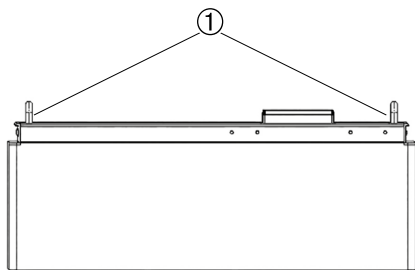

Fig. 3.4 - Maniglie modulo batteria
- Alzare le due maniglie della batteria (1, Fig. 3.4) e, agendo contemporaneamente, sollevare il modulo assicurandosi che non si inclini da un lato.